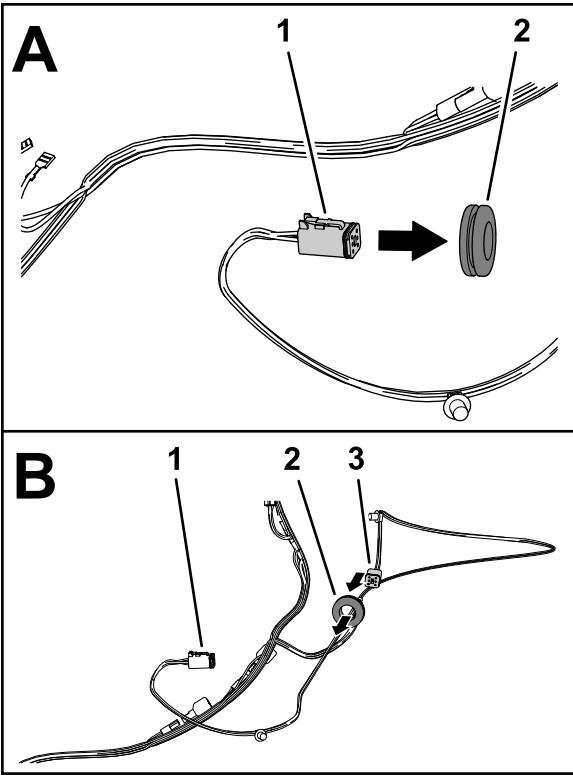

Figura 8
2. Allineate il connettore a 6 prese per l'INDICATORE DI DIREZIONE ANTERIORE SINISTRO/SPIA DI FUNZIONAMENTO della diramazione di 99 cm (39") del cablaggio preassemblato attraverso il gommino (Figura 8).